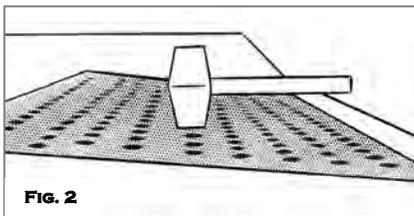
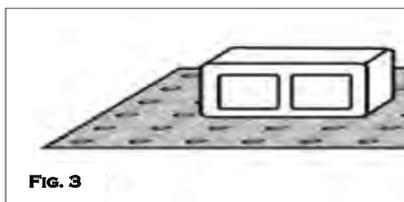

FIG. 2
FIG. 3
3. Usando un mazo de goma, pulse toda la superficie de la baldosa, asegurando la consolidación alrededor de los anclajes. (Fig. 2) **NOTA: La instalación de baldosas después de que la humedad haya evaporado de la parte más superficial ayudará a controlar que flote.** Si es necesario, se puede agregar un peso. (Fig. 3)